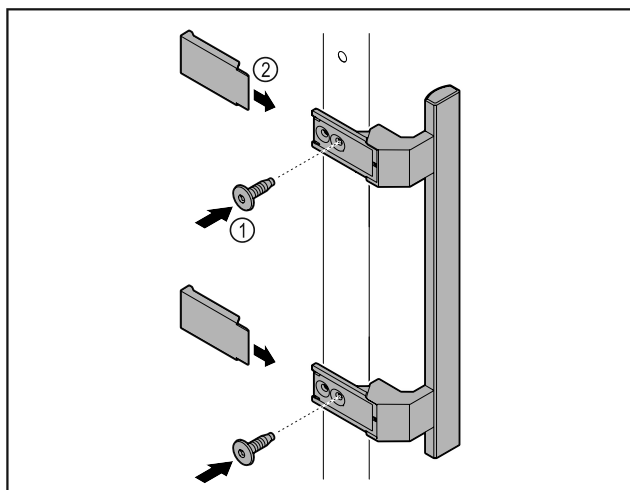

Fig. 7
- Skru håndtaget i tilbehørspakken fast på døren med de medfølgende skruer Fig. 7 (1).
- Sæt afdækningen Fig. 7 (2) på.